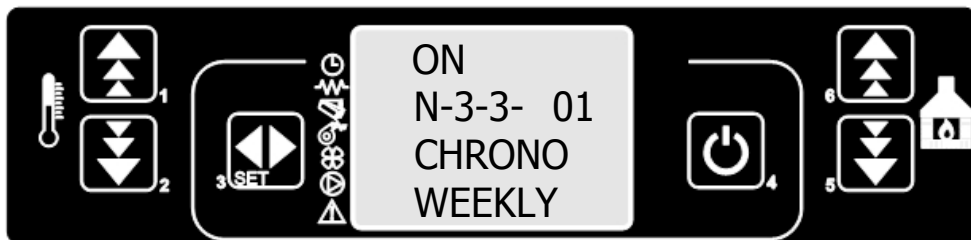

Imagen 33
Pulse la tecla SET y después la tecla 1 y se activa la programación semanal (ON) como se muestra en **la imagen 33**.